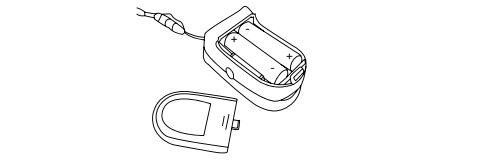

Рис. 4. Установка батарей
2. Вставьте две батареи типа AAA, расположив их в правильном направлении (Рис. 4).